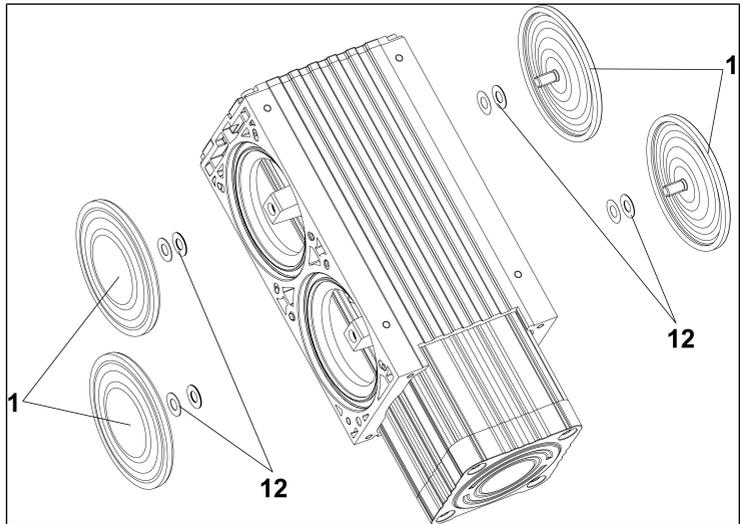

Fig.13: Cambio de membranas
1. Desenroscar las dos membranas (1/ Fig. 13) a mano en el sentido contrario a las agujas del reloj.
- i** Tener precaución de que las arandelas de ajuste situadas en la membrana y la biela (12/ Fig. 13) no caigan en la carcasa de la bomba. El montaje de un número de arandelas de ajuste (12/ Fig. 13) igual al anterior es un requisito previo para garantizar el rendimiento neumático de la bomba.
2. Atornillar las nuevas membranas (1/ Fig. 13) a mano en la rosca de la biela y apretarlas fuerte.
3. Colocar las membranas (1 Fig. 13) en posición central.